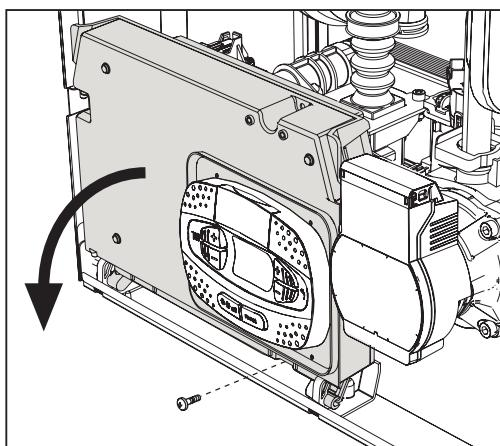
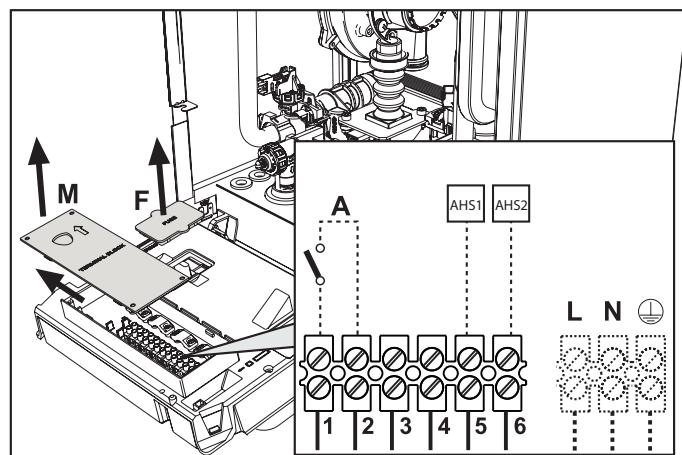

fig. 205 -
fig. 206 -
Dopo aver tolto il pannello frontale (sez. "15.8 Manutenzione straordinaria e sostituzione componenti della pompa di calore" a pagina 93) è possibile accedere alla morsettiera (M) e al fusibile (F) della scheda elettrica della caldaia seguendo le indicazioni descritte di seguito (fig. 205 e fig. 206). I morsetti indicati nella fig. 206 devono essere a contatti puliti (non 230V). La disposizione dei morsetti per i diversi allacciamenti è riportata anche nello schema elettrico "SCHEMA ELETTRICO UNITA' INTERNA" a pagina 101.
### 20.3 Configurazione Interruttore ON/OFF (A fig. 206)